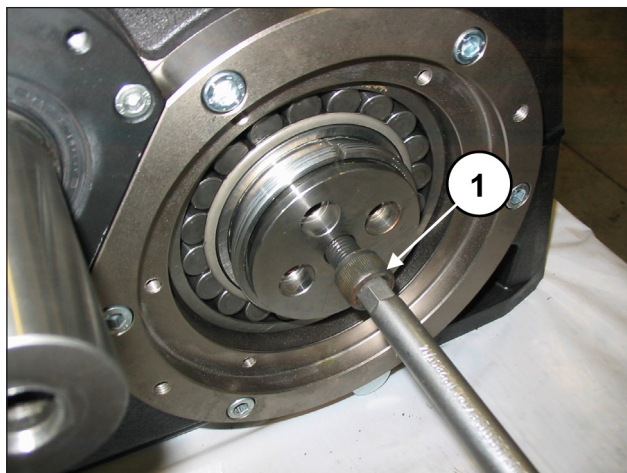

Fig. 80
Applicare una vite M16 di adeguata lunghezza (35-40 mm) al foro M16 dell'albero a gomiti ed avvitare fino ad appoggiare la flangia contro la bussola (pos. ①, Fig. 80). Non serrare la vite.